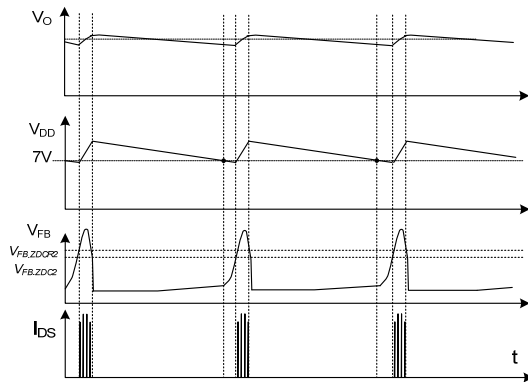

図 16. ディープバースト動作
- 図16に示すようにバーストモード周波数は V_{DD} 値により制御されるので、 C_{DD} の値が大きいと、バースト周波数は低下します。バースト周波数が低いことによる長所はスタンバイモードでの電力損失が低減することです。しかし、低いバースト周波数では、スタンバイモード時、出力に現れるリップルが大きくなります。